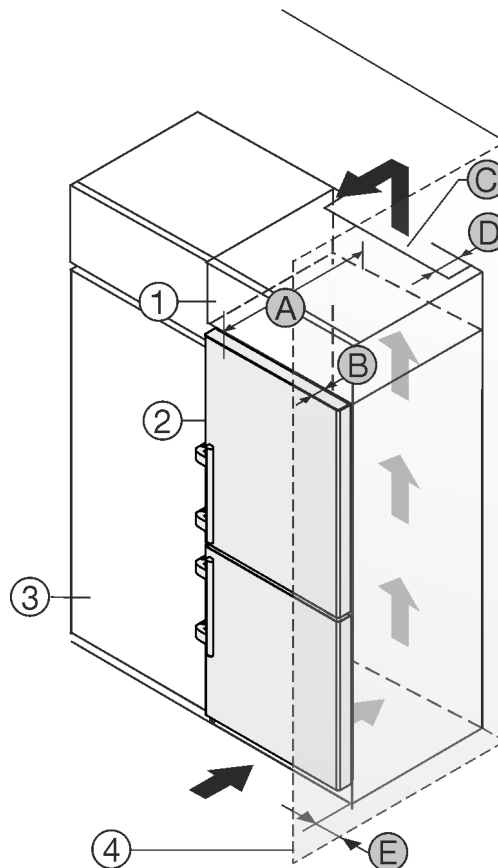

Fig. 2
Vous pouvez placer le réfrigérateur directement à côté de l'armoire de cuisine Fig. 2 (3)\*.
Une sortie d'air avec la profondeur Fig. 2 (D) doit être présente au dos de la rehausse sur toute sa largeur.\*
La section de ventilation Fig. 2 (C) sous plafond doit être respectée.\*
Si le réfrigérateur est installé avec les charnières près d'une paroi Fig. 2 (4), la distance entre le réfrigérateur et la paroi doit être d'au moins 57 mm. Cela correspond au dépassement de la poignée lorsque la porte est ouverte.\*
Pour pouvoir ouvrir complètement les portes, le réfrigérateur doit dépasser de la profondeur de la porte Fig. 2 (B) par rapport à la façade du placard. L'appareil peut déborder encore plus en fonction de la profondeur des placards Fig. 2 (3) et de l'utilisation de cales d'épaisseur.\*